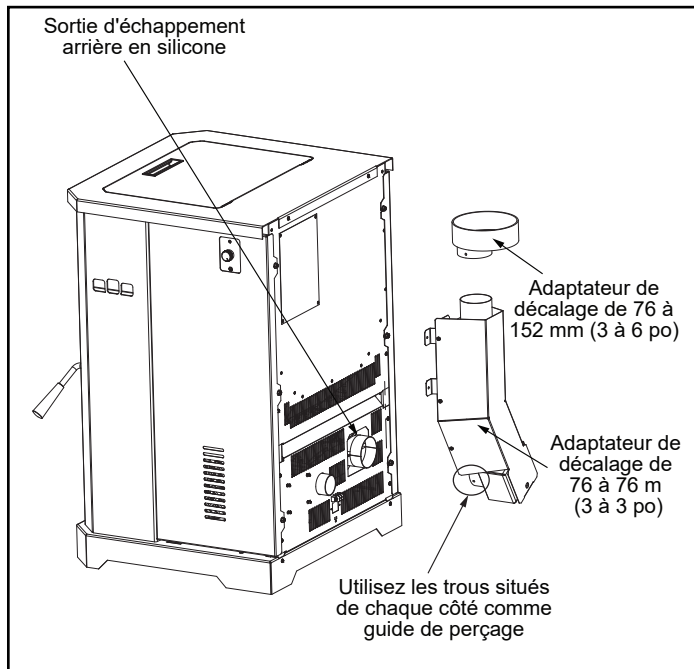

Figure 22.1
1. Mettez une couche de silicone haute température sur la sortie d'échappement de 76 mm (3 pouces). Ne mettez pas de silicone à l'intérieur du tuyau (**Figure 22.1**).
2. Faites glisser l'adaptateur de ventilation supérieure sur la sortie d'échappement arrière et réglez l'ensemble en position verticale (**Figure 22.1**).
4. Percez 2 trous avec une mèche n° 26 dans la sortie d'échappement arrière en utilisant les 2 trous déjà présents dans le tuyau horizontal court de l'adaptateur d'évent supérieur comme guide. Installez les 2 vis (**Figure 22.1**).
6. Pour nettoyer l'adaptateur de ventilation supérieur, ouvrez le couvercle de nettoyage (**Figure 22.1**).